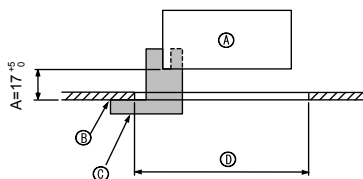
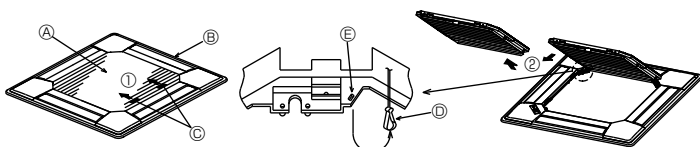
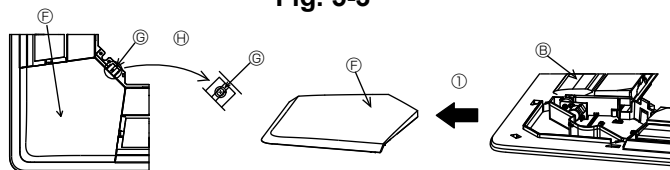

Fig. 5-2
Fig. 5-3
Fig. 5-4
①	Grille	1	950 × 950 (mm)
②	Vis avec rondelle captive	4	M5 × 0,8 × 25
③	Jauge	1	(Divisée en quatre parties)
④	Attache	3
⑤	Vis	4	4 × 8
⑥	Vis	1	4 × 12
⑦	Panneau en coin i-see sensor	1	pour PLP-6BAE
5.2. Préparation avant d'attacher la grille (Fig. 5-2)
- A l'aide de la jauge ③ fournie avec ce kit, régler et vérifier la position de l'appareil par rapport au plafond. Si l'appareil n'est pas correctement positionné, il y aura des risques de fuites d'air et de la condensation pourrait s'accumuler.
- Ⓒ Jauge ③ (insérée dans l'appareil)
5.2.1. Retrait de la grille d'admission (Fig. 5-3)
- Pour ouvrir la grille d'admission, faire glisser les leviers dans le sens indiqué par la flèche ①.
- Lorsque la grille se trouve en position "ouverte", retirer la charnière de la grille d'admission comme indiqué par la flèche ②.
5.2.2. Retrait du panneau en coin (Fig. 5-4)
- Retirer la vis du coin du panneau en coin. Faire glisser le panneau comme indiqué par la flèche ① pour le déposer.
[Fig. 5-3, 5-4]